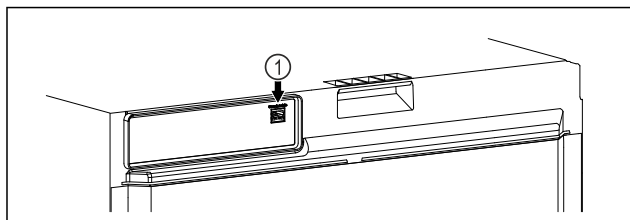

Fig. 105
- SmartModule Fig. 105 (1) è inserito.